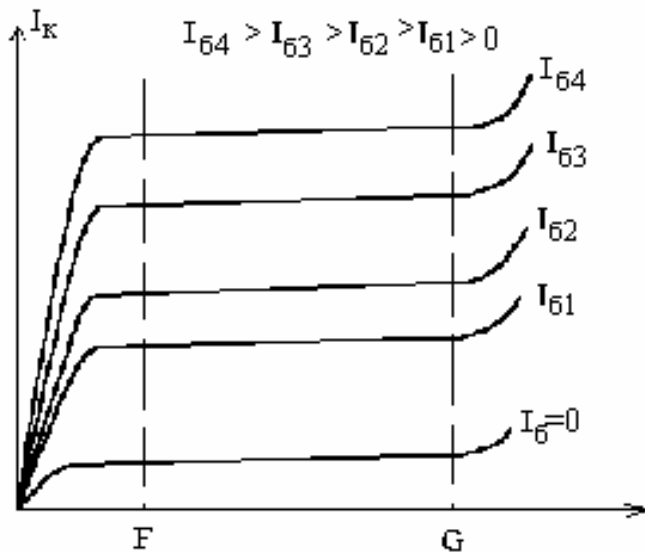

Рис.4
**ВЫХОДНАЯ ХАРАКТЕРИСТИКА** или характеристика управляемой цепи - это зависимость тока коллектора  $I_K$  от напряжения между коллектором и эмиттером  $U_{КЭ}$  при постоянном токе базы  $I_B$  (рис.4).
Существование пологого участка на выходной характеристике (рис. 4), где ток коллектора не зависит от  $U_{КЭ}$  при  $I_K = \text{const}$ , объясняется следующим образом: при увеличении  $U_{КЭ}$  падение напряжения в области коллекторного перехода возрастает, и электроны быстрее скатываются с горки, но через базу их может пройти лишь фиксированное количество. Количество электронов определяется высотой барьера в области базы (а она остается постоянной из-за  $I_B = \text{const}$ ). Т.к.  $I_K$  определяется количеством электронов, скатившихся с горки, то  $I_K$  не изменяется при повышении  $U_{КЭ}$ .